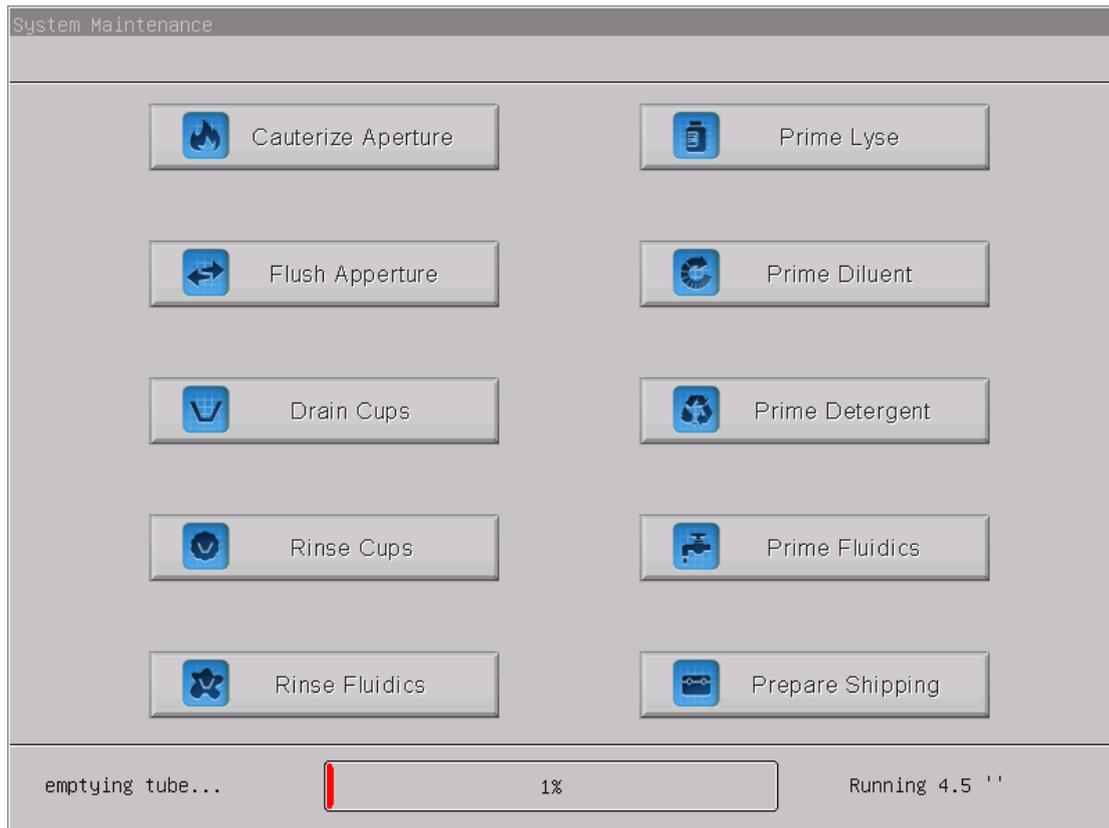

Figura 8-3
- h) Latpantalla del menú principal, Haga clic en "Func", A continuación, haga clic en "Mantenim"Y haga clic en "Preparar el envío".See Figura 8-3.